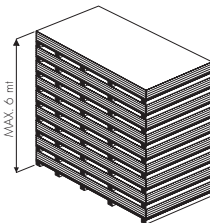

Abb. 5.
- Maximale Stapelhöhe = 6 m. (Abb. 5.)